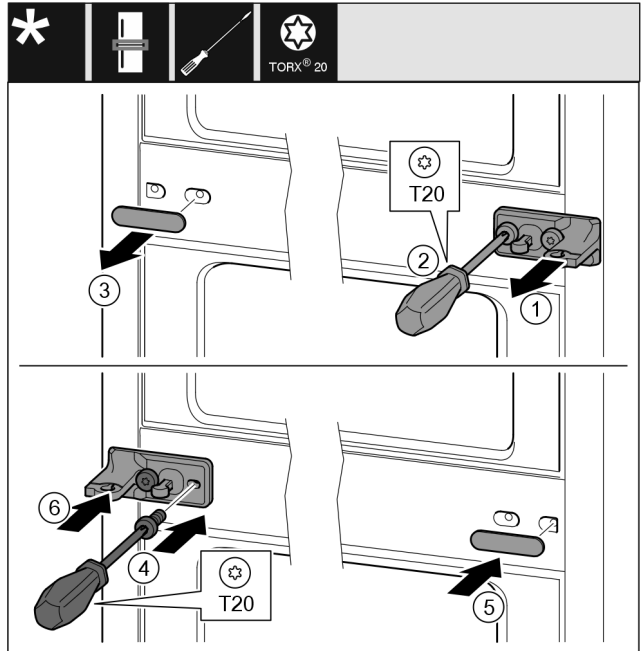

Fig. 13
- ▶ Retirer la rondelle Fig. 13 (1).
- ▶ Retirer les vis Fig. 13 (2) avec un tournevis.
- ▶ Retirer le cache Fig. 13 (3) avec précaution.
- ▶ Visser fermement le support de palier avec film Fig. 13 (4) tourné de 180° de l'autre côté.
- ▶ Installer le cache Fig. 13 (5) tourné de 180° de l'autre côté.
- ▶ Insérer la rondelle Fig. 13 (6).